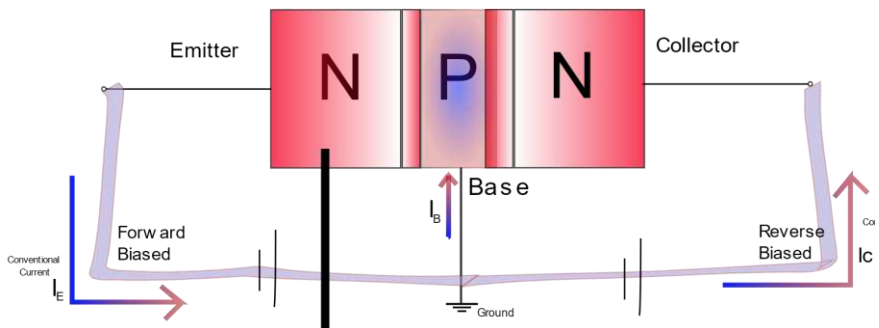

Abbildung 16: npn-Bipolartransistor im Normalbetrieb
ein Bauteil mit sehr speziellen Eigenschaften. Eine solche Bauweise mit zwei kombinierten Dioden wird allgemein als Bipolartransistor „Bipolar Junction Transistor“ (BJT) bezeichnet. Aufgrund des Doppelübergangs ist es möglich einen BJT auf zwei Arten zu bilden: einmal mit zwei N-dotierten Elementen (**NPN**) und einmal mit zwei P-dotierten Elementen (**PNP**). Die **normale Transistorwirkung** (grundlegender Stromfluss) tritt auf, wenn einer dieser Übergänge in Durchlassrichtung und der andere in Sperrrichtung vorgespannt ist (Abbildung 16). Der mittlere Bereich, der sich zwischen zwei hochdotierten Bereichen befindet, wird als **Basis (B)** bezeichnet und von den anderen zwei Bereichen wird einer davon **Emitter (E)** und der andere **Kollektor (C)** genannt. Im Allgemeinen ist der Emitter ein Anschluss, bei dem der Übergang in Vorwärtsrichtung vorgespannt ist, und der Kollektor ist der Anschluss, bei dem wir einen in Sperrrichtung vorgespannten Übergang mit der Basis haben. Ein wichtiger Punkt, der hier beachtet werden muss, ist, dass die sandwichartig aufgebaute Basis nicht hochdotiert ist (deshalb ist in Abbildung 16 die Basis auch kleiner dargestellt als die anderen beiden Bereiche). Diese leicht dotierte Basis ist es, die den Transistor zu einem besonderen Bauelement macht. Genau wie beim Ventil können wir mit dieser Basis nun einen großen Kollektorstrom steuern.
Die Theorie hinter BJTs ist einfach, vor allem, wenn wir wissen, wie ein PN-Übergang (PN-Junction) funktioniert. In unserem Fall gehen wir von einem NPN-BJT-Transistor aus (Abbildung 16). Wenn wir den ersten NP-Emitter-Basis-Bereich in Durchlassrichtung anschließen, durchbrechen freie Elektronen aus N die Sperrschicht und fließen in Richtung des P-Bereichs. Da die Basis nur leicht dotiert ist, verbinden sich einige dieser Elektronen mit Löchern und schließen so den Stromkreis, während die restlichen Elektronen an Ort und Stelle verbleiben. Wenn wir dann eine weitere Stromversorgung an den Basis-Kollektor anschließen, sodass der Übergang in Sperrspannung gerät, setzen die verbleibenden Elektronen ihren Fluss dadurch von der Basis durch den Kollektor hindurch fort und fließen dann in Richtung dieser hohen Spannung.